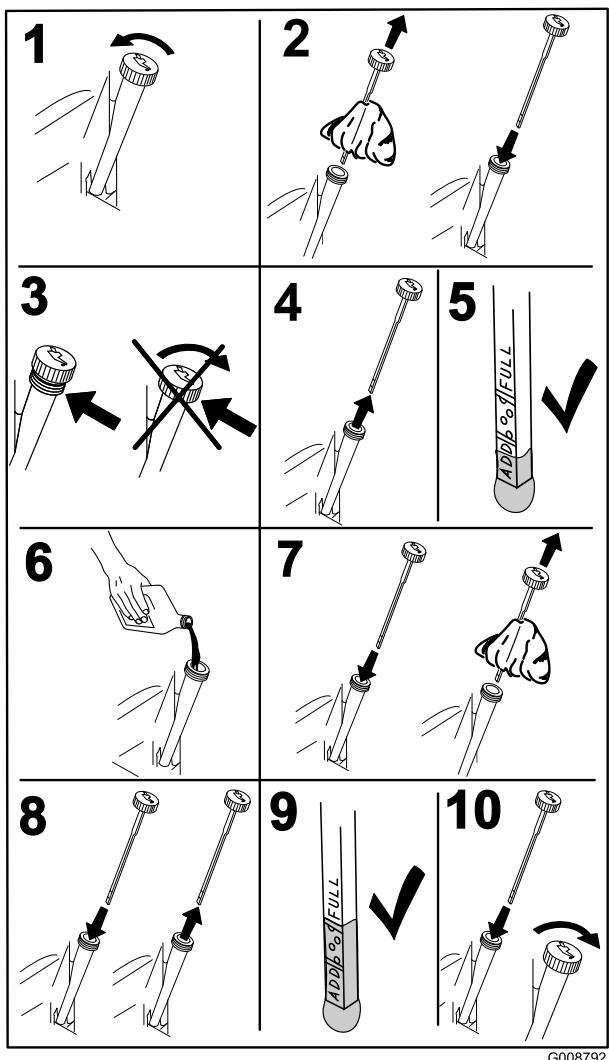

Bild 49
2. Stellen Sie vor dem Verlassen des Fahrersitzes den Motor ab, ziehen Sie den Schlüssel ab und warten Sie, bis alle rotierenden Teile zum Stillstand gekommen sind (Bild 49).